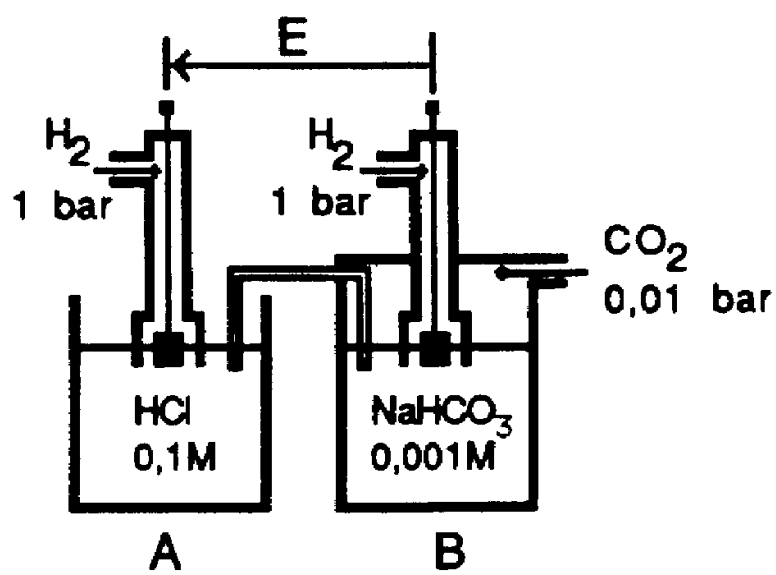

Figure 4
2. Afin de déterminer la valeur de K_c à la température de 298K, on construit la cellule de mesure représentée Figure 4.